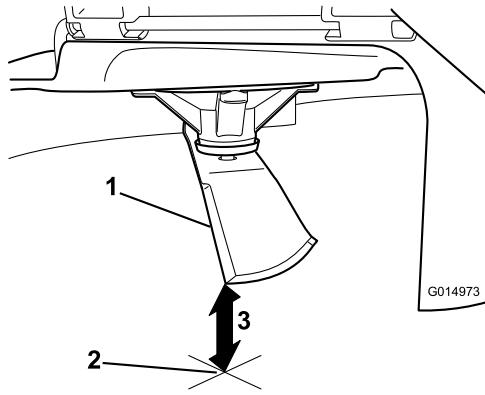

Figura 67
3. Mida desde la punta de la cuchilla hasta la superficie plana (Figura 67).